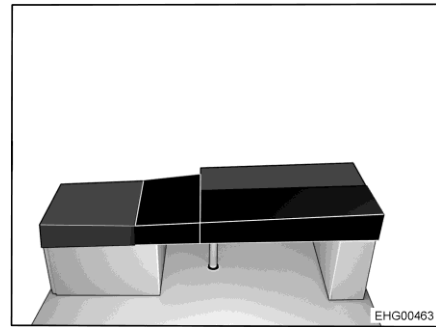

Fig. 181 Después de la transformación
- Colocar el cojín adicional rectangular en la mesa (véase Fig. 181).
- Colocar el cojín adicional oblicuo sobre el ensanchamiento de cama en forma de L (véase Fig. 181).